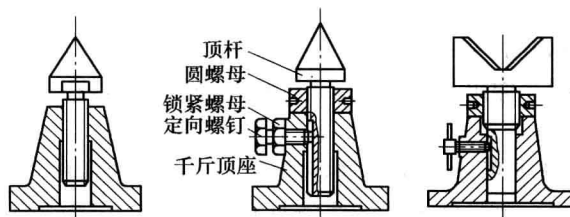

图 1-10 千斤顶
2) 千斤顶。千斤顶如图 1-10 所示，是在划线时用来支承平板上工件而使用的工具。其高度可以调整，用于不规则或较大工件的划线找正，通常三个千斤顶为一组。